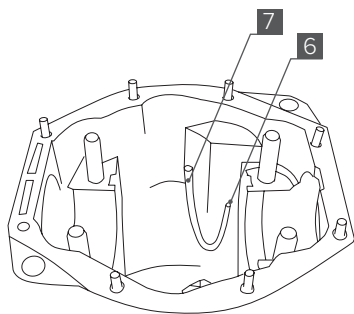

Рис. 11
3. Установите трубку [7] в фитинг проходной [6] (**рис. 11**).